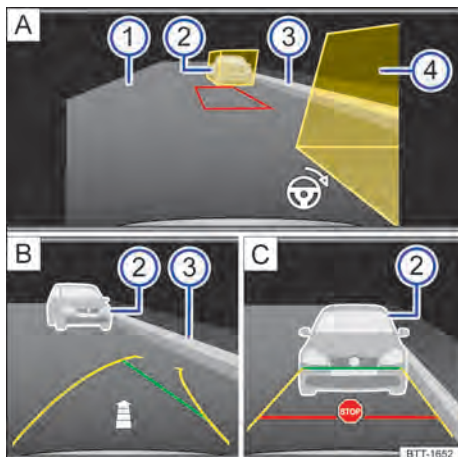

Fig. 165 Exibição do display do sistema Infotainment: estacionar paralelamente com a câmera de marcha a ré.
Legenda para → Fig. 165:
- Posicionar o veículo a uma distância de aproximadamente um metro paralelamente à fila de estacionamento. Os boxes auxiliares amarelos devem cobrir os obstáculos → Fig. 165 [A] ② ou ④.
- Engatar a marcha a ré. Uma borda vermelha representa a posição alvo do veículo → Fig. 165 [A].
- Girar o volante até que a borda vermelha avance entre os boxes auxiliares e se torne verde → Fig. 165 [A]. Manter o volante nesta posição durante a condução em marcha a ré.
- Conduzir lentamente em marcha a ré até surgir o sinal de parar  ou a linha verde coincidir com os limites laterais da vaga de estacionamento → Fig. 165 [C]. Uma seta → Fig. 165 [B] indica o percurso ainda a ser percorrido, conforme o número dos segmentos representados.